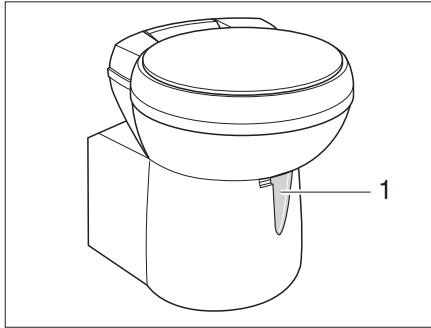

Bild 103 Thetford-Toilettenschüssel, schwenkbar
- ▶ Vor dem Spülen den Schieber der Thetford-Toilette öffnen. Dazu den Schieberhebel (Bild 103,1) entgegen dem Uhrzeigersinn schieben.
- ▶ Den Schieber öffnen. Dazu den Schieberhebel (Bild 103,1) entgegen dem Uhrzeigersinn schieben.
- ▶ Den Schieberhebel (Bild 103,1) im Uhrzeigersinn schieben. Der Schieber wird geschlossen.